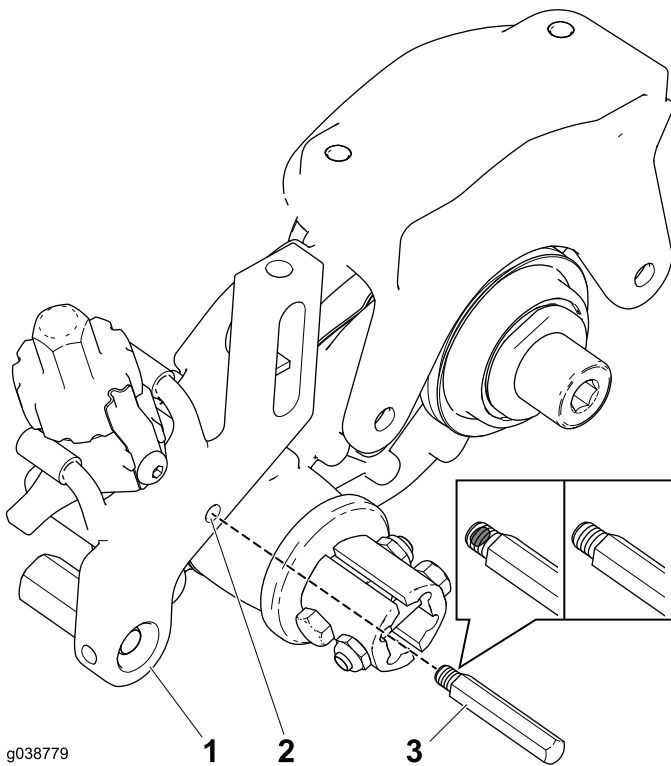

Figure 17
2. Fixez la goupille du groomer au bras de hauteur de coupe (Figure 17).